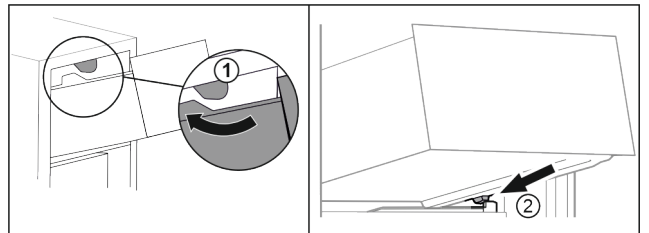

Fig. 23
- ▶ Prevedte zásuvku okolo horných zarážok. Fig. 23 (1)
- ▶ Nasadte zásuvku šikmo za dolnými zarážkami na rebro nádoby. Fig. 23 (2)